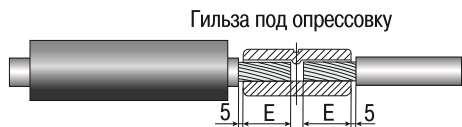

Рисунок 10
4.26.1 Удалить изоляцию с жил на длине $E+5$ мм (рисунок 10).